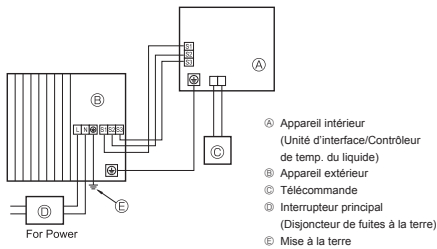
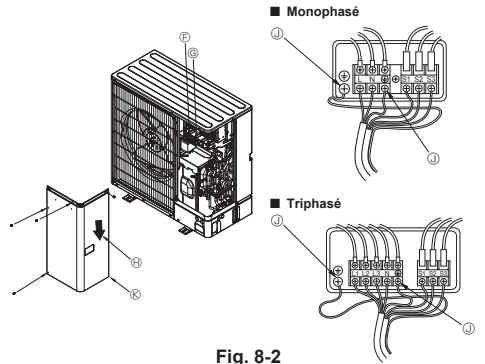

Fig. 8-1
Fig. 8-2
8.1. Appareil extérieur (Fig. 8-1, Fig. 8-2)
- ① Retirer le panneau de service.
- ② Effectuer le câblage conformément aux Fig. 8-1 et 8-2.